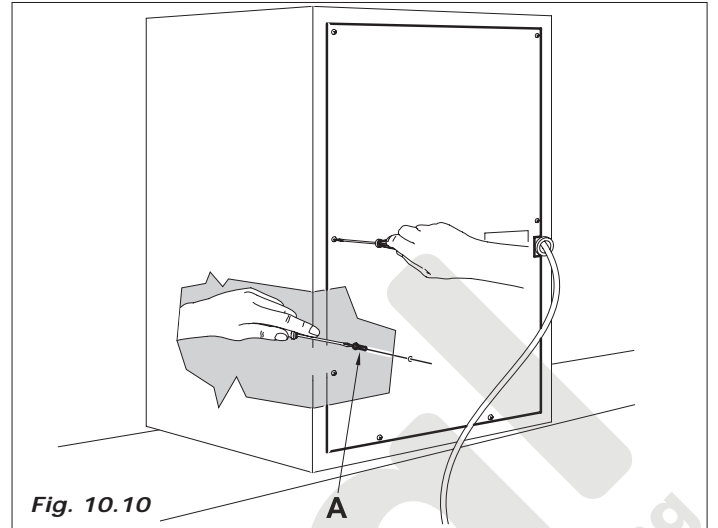

Fig. 10.10
- Extraer el cárter trasero de protección en la Polaris, como se indica en la Fig. 10.10.